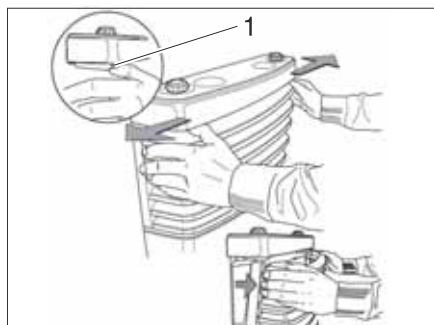

Fig. 106 Quitar el revestimiento de la calefacción
- Quitar el revestimiento de la calefacción. Presionar para esto los muelles de cierre (Fig. 106,1) lateralmente hacia fuera, girar el revestimiento hacia adelante y levantar los soportes inferiores.